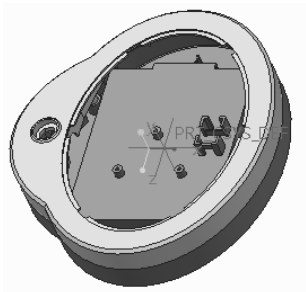

图 11-12 完成底座上壳的组装
④ 在“元件放置”选项卡中单击“完成”按钮,从而用在组件中选定的坐标系对齐元件坐标系来完成底座上壳的装配,效果如图 11-12 所示。